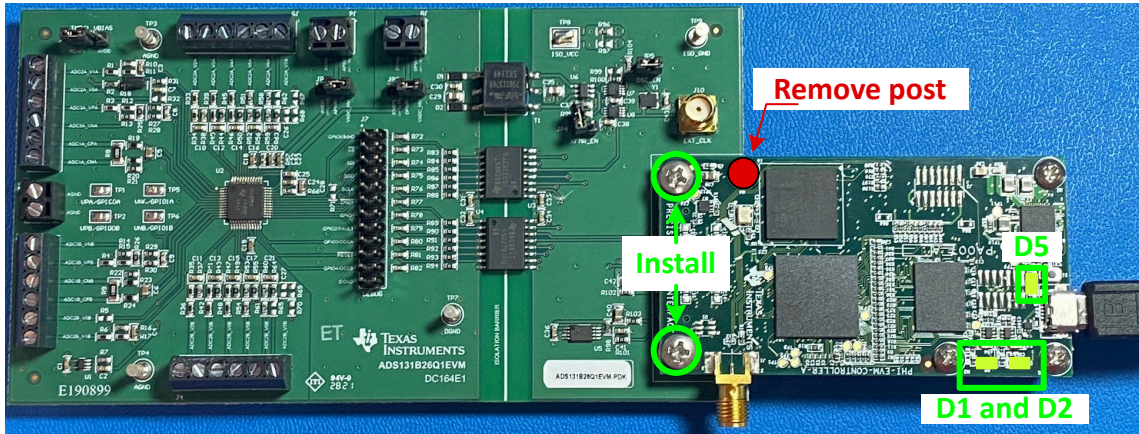

图 1-1. ADS131B26Q1EVM-PDK PHI 连接和 LED 指示灯
2. 将 ADS131B26Q1EVM-PDK 连接到 PHI 控制器。按图 1-1 中所示安装两个螺钉。
- b. LED D1 和 D2 开始以不同速率闪烁，表示 PHI 已启动且正在与 PC 通信。图 1-1 展示了最终的 LED 指示灯。